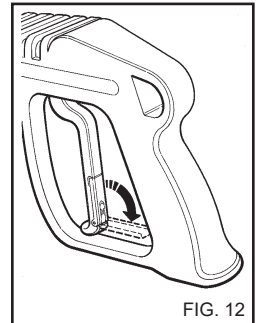

FIG. 12
- Stäng greppets säkerhetsanordning när rengöringsmaskinen inte används (fig.12).